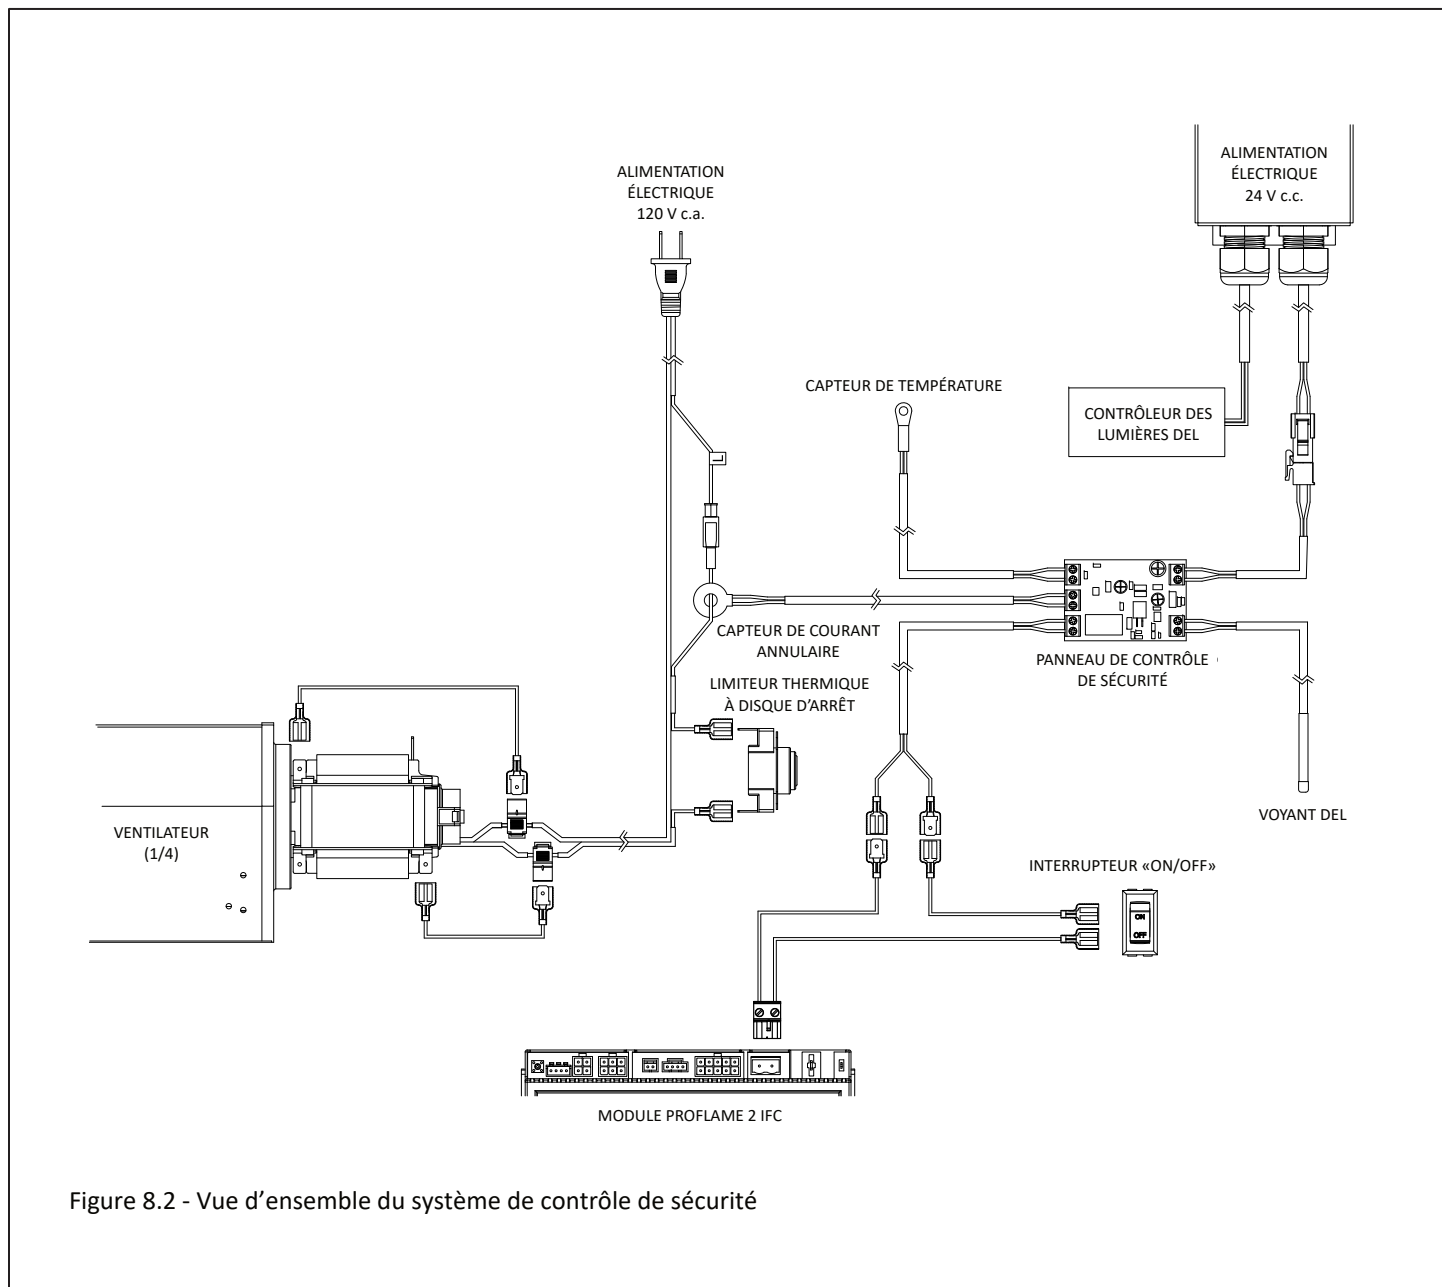

Figure 8.2 - Vue d'ensemble du système de contrôle de sécurité
3. Déconnectez le fil conducteur allant du système de sécurité au faisceau de câble de l'interrupteur à bascule on/off (Figure 8.2).